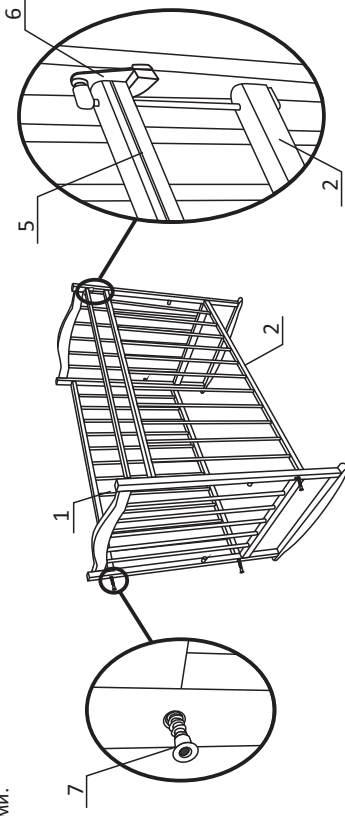

Рисунок 1
2. Собрать боковое ограждение заднее (1) со спинками (3) на 4 винта конфирмата (7). Рис. 1. Собрать переднее боковое ограждение(2) со спинками на два винта конфирмата(7) в нижние отверстия спинок. Собрать механизм опускания(6) (см. рис 1) для чего вставить металлический штырь в отверстия планки опускания (5) и переднего бокового ограждения(2), ограничить его пластмассовыми втулками и закрепить винтами.